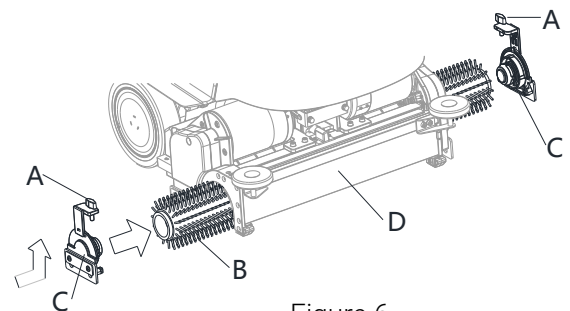

Figure 6
1. S'assurer que le plateau de lavage avec brosses cylindriques (47) est soulevé.
2. Couper la machine avec le bouton marche/arrêt (62).
3. En fonction du traitement à effectuer sur le sol, installer la brosse (B, Fig. 6) en suivant les instructions ci-dessous :
- Relâcher la vis (A) et retirer le crochet latéral (C) du plateau de lavage (D).
- Installer la brosse (B) dans le plateau (D). Installer le crochet latéral (C) pour la brosse et verrouiller la vis (A).